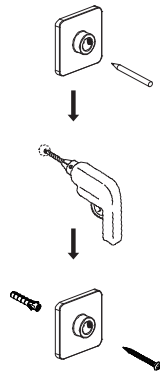

Abbildung 8
b) Montieren Sie die Wandhalterung 16 an der markierten Stelle (Abbildung 8). Decken Sie die thermostatische Duschstange ab, um Staub zu vermeiden. Verbinden Sie das Rohrverbindungsstück 5 mit dem Wandhalter und sichern Sie es mit dem Inbusschlüssel (Abbildung 9).